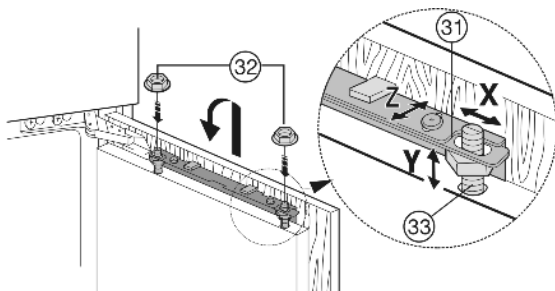

Fig. 27
- ▶ Meubeldeur op de stelbouten Fig. 27 (33) hangen en contra-roeren Fig. 27 (32) los op de stelbouten schroeven.
- ▶ Kastdeur in de hoogte en de hoek opzij uitlijnen: stelbouten Fig. 27 (33) met een schroevendraaier afstellen.
- ▶ Contra-roeren Fig. 27 (32) vastdraaien.